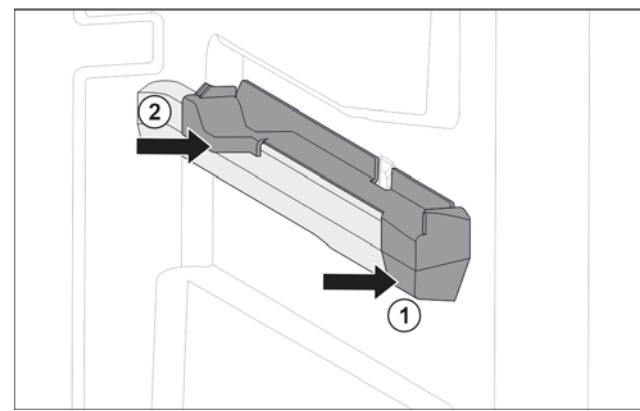

Fig. 94 Вставная часть на правом контейнерном ребре
- Наденьте вставную часть спереди на контейнерное ребро. Fig. 94 (1)
- Нажмите на вставную часть сзади. Fig. 94 (2)